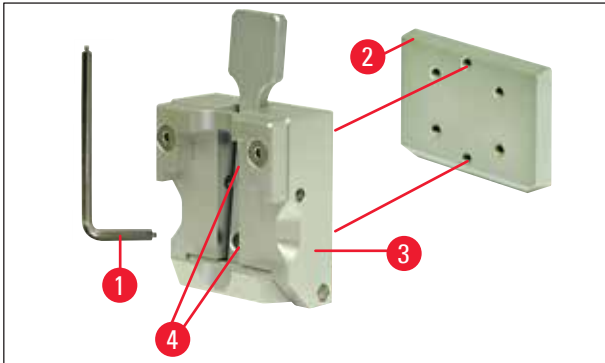

Abb. 10
3. Zum Entfernen der Schwalbenschwanzführung (→ Abb. 10-2) von der Objektklammer (→ Abb. 10-3) die zwei Schrauben (→ Abb. 10-4) aus der Schwalbenschwanzführung herausdrehen (→ Abb. 10). Ebenfalls den Inbuss-Schlüssel mit Griff verwenden SW 3.